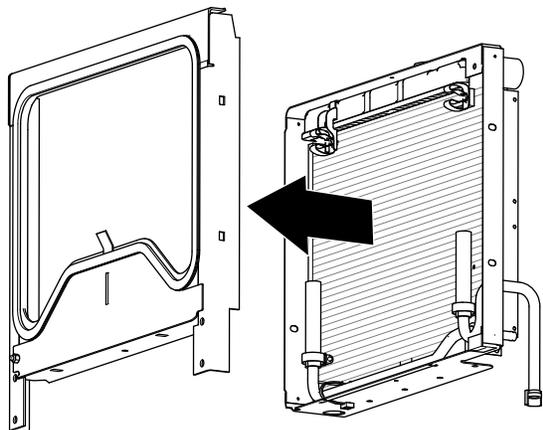

Figura 23
- Separe a estrutura de montagem do radiador (Figura 23).